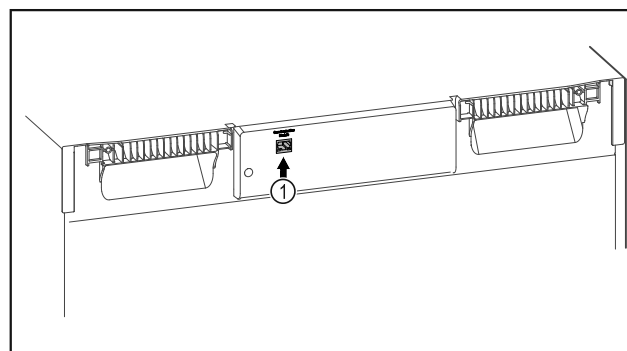

Fig. 150
- ☐ SmartModule Fig. 150 (1) är insatt.